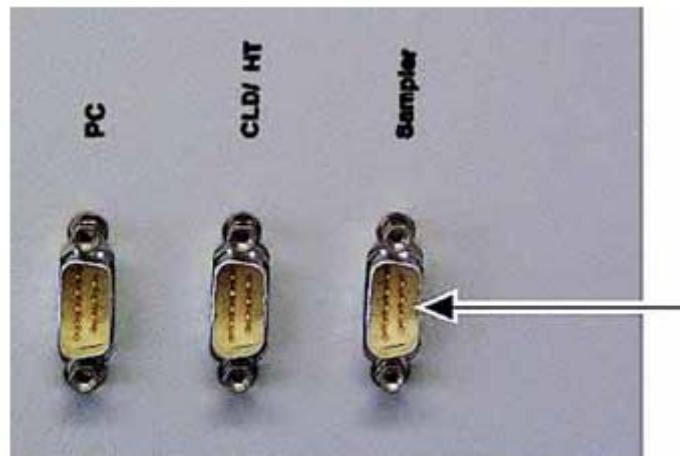

图91 测试仪后部的自动进样器串口接口
3. RS232 线的另一端插入测试仪后部的串口。(图 91)